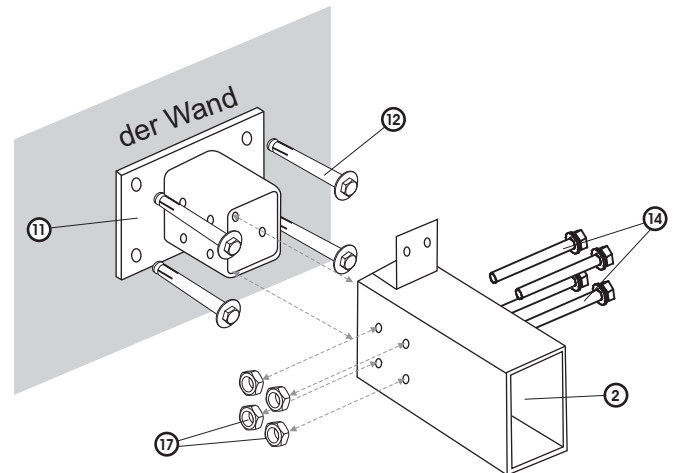
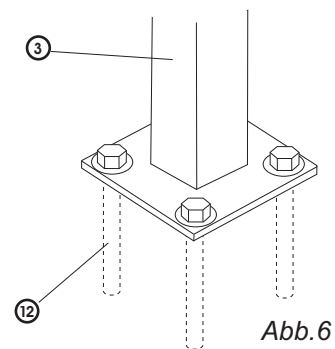

Abb. 5
Abb. 6
Die Konstruktion wird auf vorher vorbereitete Fundamente gestellt (siehe Punkt 1). Mit den Schrauben M8x70 (14), Muttern und Unterlegscheiben, einer gewöhnlichen (18) und einer federnden Scheibe (21), die unter die Mutter (16) gelegt werden, wird das Verbindungsstück (11) mit dem Bogen (2) verbunden. Die Pfosten werden senkrecht gestellt und die Befestigungspunkte an der Wand und am Fundament sind mit dem Bohrer mit einem Durchmesser von 10 mm anzubohren. An diesen Stellen sind nun Öffnungen mit einem Durchmesser von  $\varnothing$  12mm und einer Tiefe von 160 mm zu bohren. Der Pfosten wird an der Wand und am Fundament mit den Verbundankern M12/150 (22) befestigt. (Abb. 5) (Abb. 6)